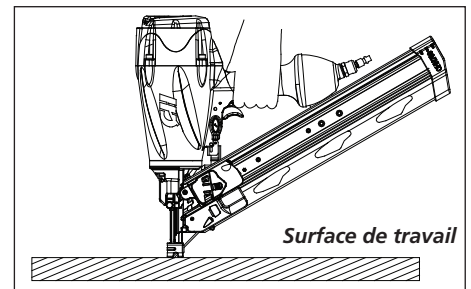

Figure 16
5. Enfoncer la PC contre la surface de travail sans tirer la gâchette (voir Figure 16). La cloueuse **NE DOIT PAS FONCTIONNER**. Ne pas utiliser l'outil s'il fonctionne sans tirer la gâchette. Des blessures pourraient en résulter.